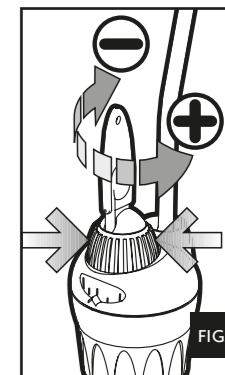

FIG. 6
- 8- Tenir le bouton de réglage principal (bleu) avec une main pour éviter à l'échelle de se déplacer de celle-là déjà fixée sur le point de repère et tourner le bouton de post-calibrage (orange) vers + si la valeur de la température que vous avez mesurée est plus basse de celle-là indiquée en correspondance du point de repère, ou vers - en cas la température mesurée est supérieure à celle indiquée par le point de repère (fig. 6). Le bouton de post-étalonnage peut être réglé sur 6 diverses positions, 3 vers le + et 3 vers le -. Chaque position correspond à peu près à 1°C. Si on a réglé le chauffe-eau sur une température de 24° et on mesure 22°C, il suffit de tourner le bouton de post-étalonnage 2 positions vers +.
- d. houd de blauwe draaieregelaar vast op de ingestelde waarde en draai de oranje draaiknop ten op of - afhankelijk van het gemeten temperatuur (afb. 6). In elk richting (+ en -) kan maximaal tot 3 graden worden afge. 6). In elk richting (+ en -) kan maximaal tot 3 graden worden aangepast. Dat kan in drie stappen van elk 1 graad Celsius. Er is een voelbare click bij het bereiken van elk stap. Is het thermostaat bij voorbeeld ingesteld op 24 graden en er worden maar 22 graden gemeten houd u de blauwe regelaar op 24 graden vast, terwijl u de oranje draaiknop om 2 posities teug + draait. Een ijken kan alleen binnen een band van zes graden gebeuren, 3°C naar + en 3°C naar -. PROBEER ER NOOIT VERDER DAN DREI STAPPEN IN EEN RICHTING TE DRAAIEN!
- d. Mantenga el botón de regulación principal (azul) con una mano para evitar que a la escala que se desplace de la ya fijada en el punto que marca y girar el botón de post calibración (naranja) hacia + si el valor de la temperatura que ha medido es más baja que la que se indica en el punto de referencia, o hacia - en el caso en que la temperatura obtenida sea superior a la indicada en el punto de referencia (fig. 6). El botón post-calibración se puede regular sobre 6 posiciones diferentes, 3 hacia el + y 3 hacia el -. Cada posición corresponde más o menos a 1°C. Si el termocalentador se ha regulado sobre una temperatura de 24° y se ha obtenido una temperatura de 22°C, basta con girar el botón de post-calibración 2 posiciones hacia +.